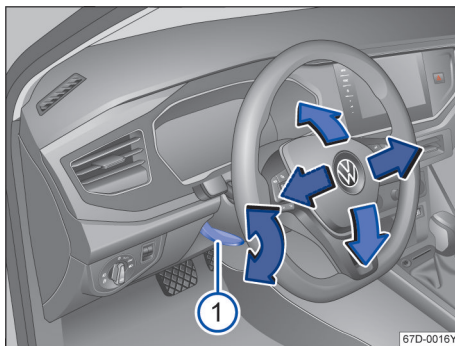

图 58 调节方向盘位置
- 将图示操纵杆 → 图 58① 向下翻转。
- 将操作杆①用力向上推，直至锁止位置 → ▲。